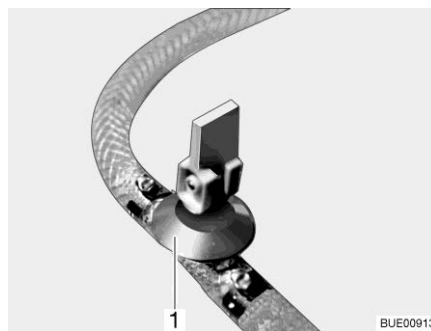
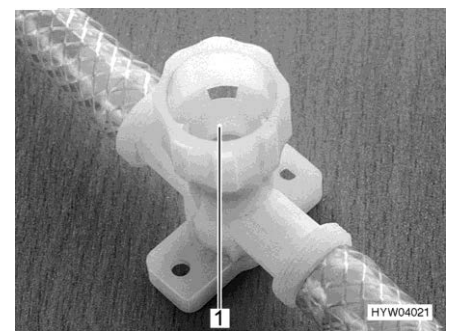

Fig. 269 Rubinetto di scarico (con leva a bilanciere)
Fig. 270 Rubinetto di scarico (con tappo a vite)
- Chiudere tutti i rubinetti di scarico. Mettere la leva a bilanciere del rubinetto di scarico (Fig. 269,1) orizzontale o chiudere il coperchio del rubinetto di scarico (Fig. 270,1) in senso orario.